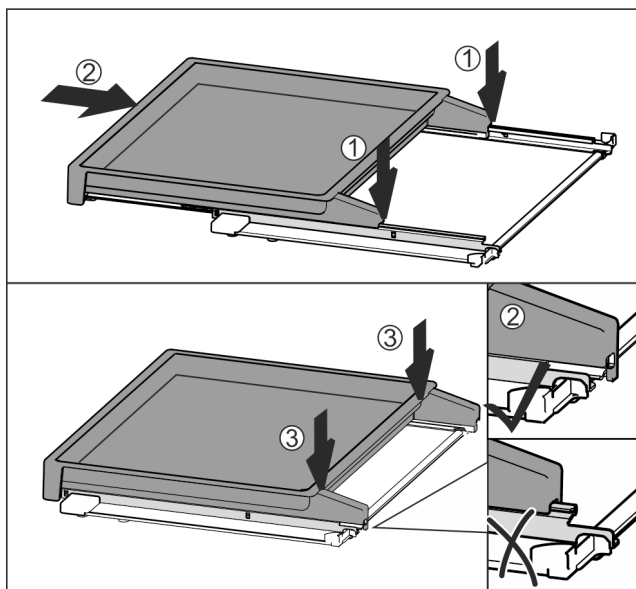

Fig. 113
- ▶ Nasadíte vyťahovaciu poličku centricky na koľajničky Fig. 113 (1).
- ▶ Úplne zasuňte vyťahovaciu poličku Fig. 113 (2).
- ▶ Tlačte na zadnú stranu, kým počuteľne nezapadne Fig. 113 (3).